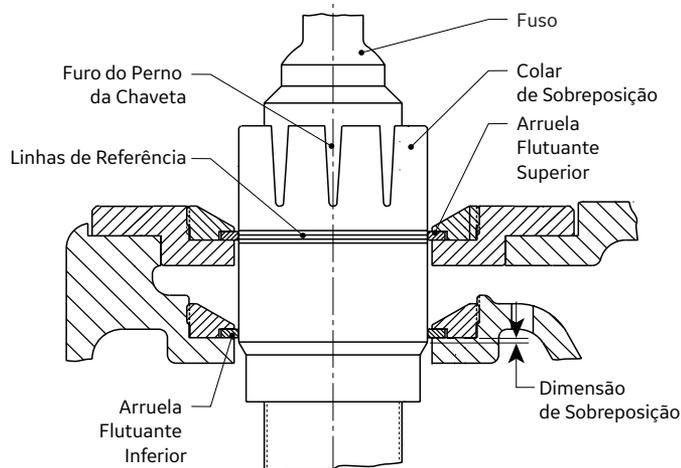

Figura 12: Conjunto do Colar e Fuso
8. Remova a cupilha do colar de sobreposição e conjunto do fuso. Note qual dos entalhes do colar de sobreposição fica oposto ao orifício da cupilha no fuso (Consulte a Figura 12). Conte cuidadosamente cada entalhe do colar que passe na frente do orifício da cupilha no fuso, comece a girar o colar no sentido anti-horário até que a linha inferior (das quatro linhas) no colar esteja junto com a arruela flutuante superior. Registre o número de entalhes do colar de sobreposição que passaram na frente do orifício da cupilha no fuso, pois esta informação vai ser necessária para remontar a válvula corretamente.